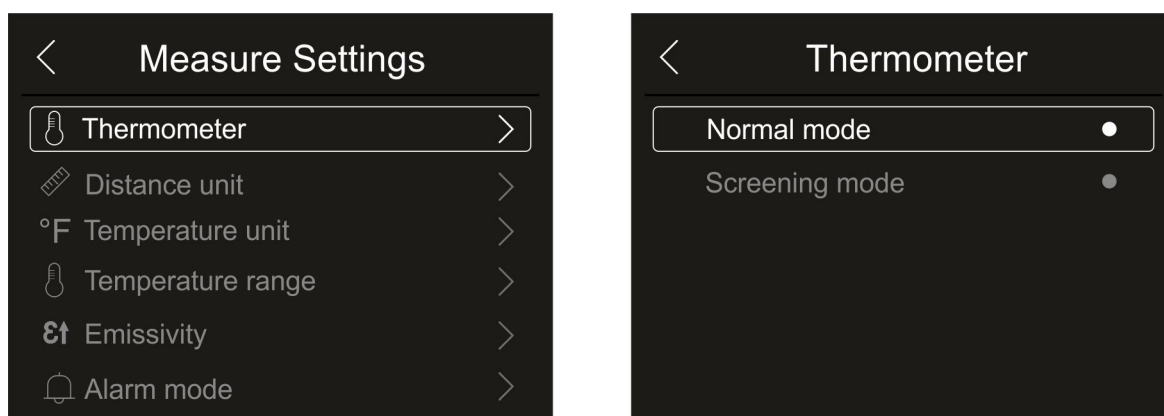

Fig. 21: Menu Termómetro
1. Clique em “About” para saber as informações do instrumento relacionadas a: modelo, número de série, versão interna do Firmware e memória restante disponível. A ecrã da Fig. 21 - lado direito é exibido: